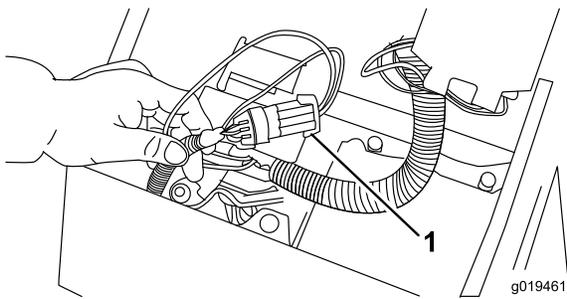

Figura 38
- Abra a tampa do painel de controlo. Localize o conector dos fios e do circuito. Com cuidado, desligue o conector do circuito do conector dos fios (Figura 38).